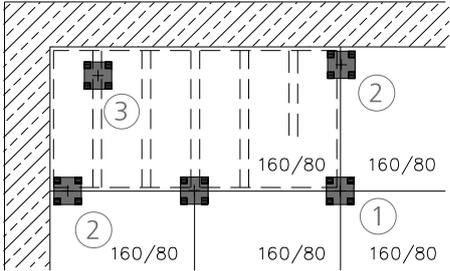

Abb. 9.2
- am Stoß zweier Elemente im Randbereich, ② (unter dem Längsprofil) (Abb. 9.2 und 9.4)